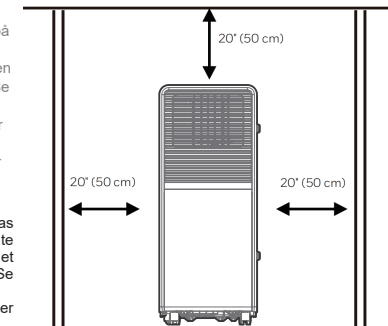

Fig. 4
- Przenośna klimatyzacja powinna być zainstalowana w wolnym i niezakłóconym miejscu. Nie blokuj wylotu powietrza, a wymagany odstęp wokół urządzenia powinien wynosić co najmniej 50 cm. (Patrz rys. 4)
- Et bærbart klimaapparat bør installeres på et fritt og uforstyrret sted. Ikke blokkér luftutløpet, og den nødvendige avstanden rundt enheten bør være minst 50 cm. (Se Fig. 4)
- En bærbar luftkondisjonering bør installeres på en fri og ostörd plats. Blockera inte luftutløpet, och det erforderliga avståndet runt enheten ska vara minst 50 cm. (Se Fig. 4)